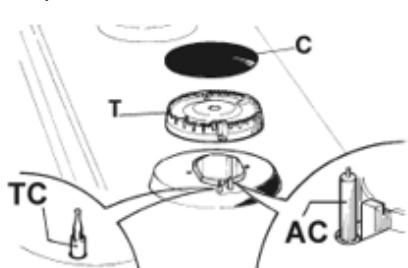

Fig. 10
- Nettoyez périodiquement la plaque chauffante, la grille émaillée, les chapeaux émaillés « A », « B » et « C » ainsi que les têtes de brûleurs « T » (voir fig. 10 et 11) à l'eau tiède savonneuse. Nettoyez également les chevilles « AC » ainsi que le détecteur de flamme « TC » (voir fig. 10). Nettoyez-les délicatement à l'aide d'une petite brosse en nylon comme illustré (voir fig. 12) et laissez sécher entièrement.
- Vérifiez que les chapeaux émaillés « A-B-C » (fig. 10 - 11) soient correctement installés sur les têtes de brûleurs. Ils ne doivent pas bouger.